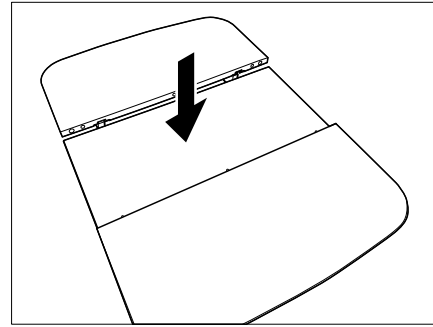

Bild 105 Mittelteil absenken
- Das Mittelteil des Tisches kräftig nach unten drücken. Das Mittelteil rastet in der unteren Stellung ein (Bild 105).